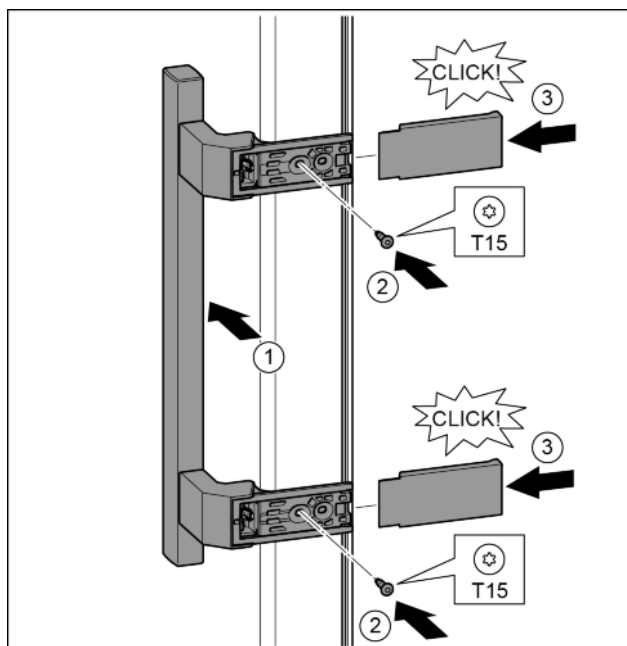

Fig. 39
- ▶ Założyć uchwyt po przeciwległej stronie. Fig. 39 (1)
- ▶ Śruby przykręcić przy pomocy śrubokręta T15. Fig. 39 (2)
- ▶ Osłony założyć z boku i wsunąć. Fig. 39 (3)